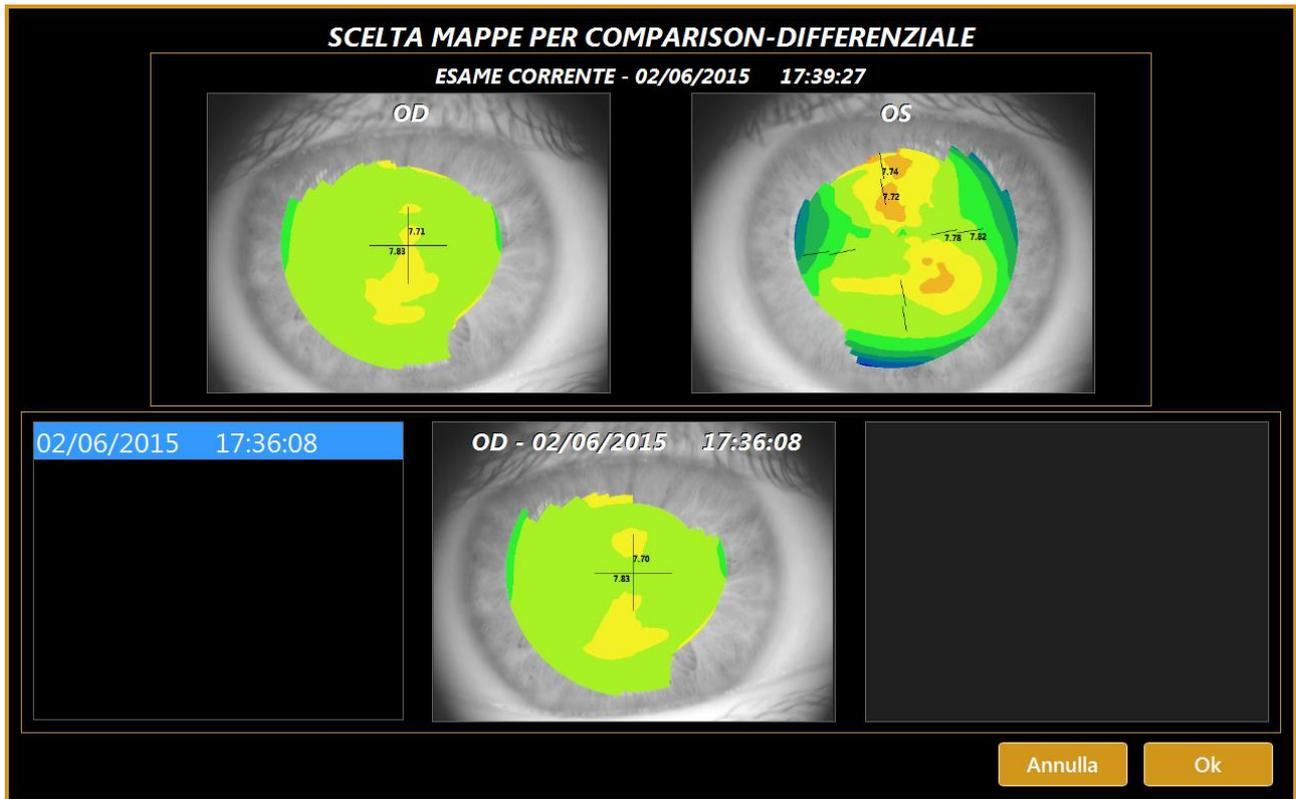

Fig. 59
- ✓ **Differenziale**: l'operatore può selezionare l'immagine di un altro esame dello stesso paziente per metterlo a confronto con l'esame attuale (Fig. 59).